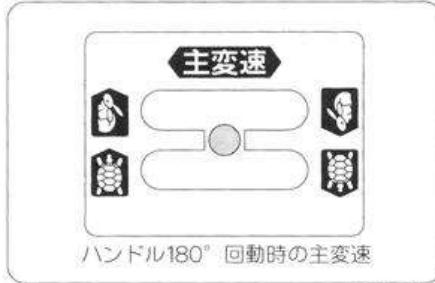

図17A
- ① 主変速レバー(エンジレバー)を希望の速度位置にしてください。龟(低速)の【前進、後進】エンジの切換は主クラッチを切らなくても切換操作が出来ます。(図17A)